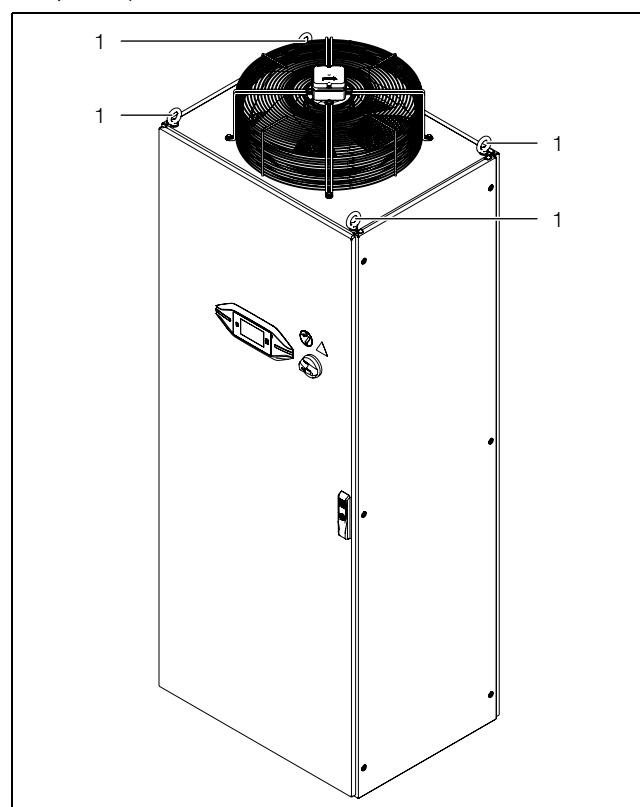

Fig. 6: Trasporto
- con i golfari di sollevamento previsti a tale scopo utilizzando il dispositivo di sollevamento (fig. 6, pos. 1) oppure
- con un carrello industriale, tramite movimentazione nella parte inferiore e sollevamento laterale (fig. 6, pos. 2).